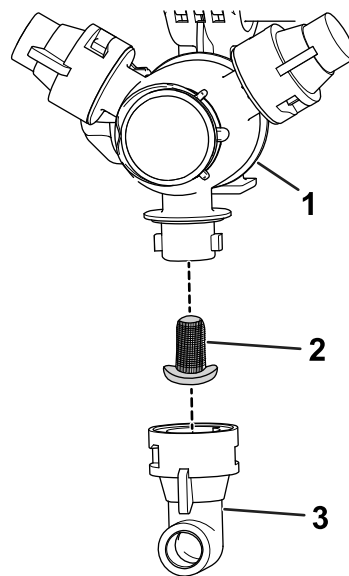

Figura 80
2. Retire o bico da cabeça de pulverização (Figura 80).
3. Retire o filtro do bico (Figura 80).
5. Instale o filtro do bico (Figura 80).
6. Instale o bico na cabeça de pulverização (Figura 80).